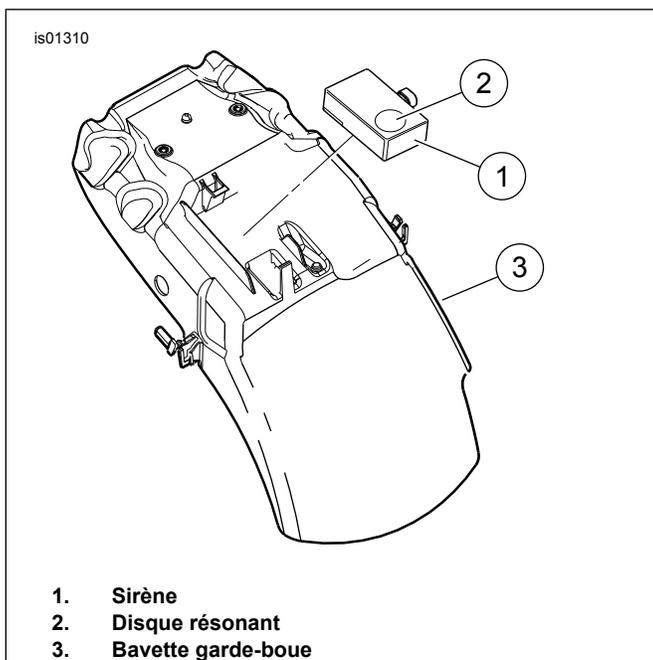

Figure 11. Modèles VRSCR 2006-2007
11. Insérer le connecteur [142B] (2) dans la sirène (1) jusqu'à ce que le connecteur s'enclenche fermement.
12. Voir la figure 11. Avec le disque de la sirène (2) tourné vers l'extérieur, clipser la sirène (1) sur la protection anti-éclaboussures (3) comme indiqué.